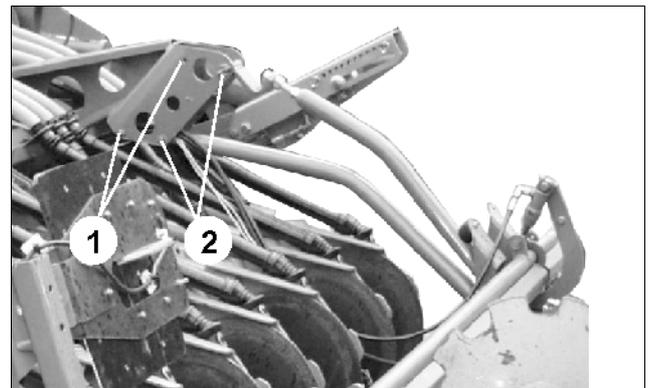

Fig. 25
- Befestigungspunkte (Fig. 25/1) bei Verwendung von WS oder ROTEC-Scharen verwenden.
- Befestigungspunkte (Fig. 25/2) bei Verwendung von ROTEC+-Scharen verwenden.